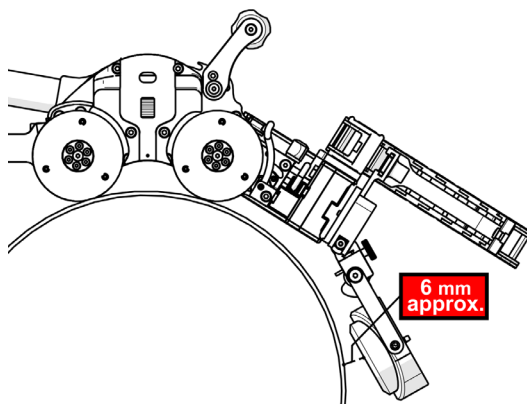

Abbildung 2-43 Schwenkbarer Rasterarm
2. Senken Sie den Prüfkopfhalter auf etwa 6 mm (0.25 in.) über der Scanfläche ab und rasten Sie die Schwenknase in dieser Position ein (siehe Abbildung 2-43 auf Seite 77).